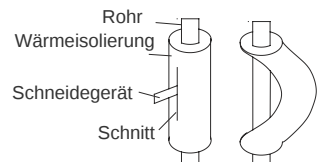

Abb. 13
- (2). Die Rohre in einem Winkel über 90° nicht biegen.
- (3). Wenn die Rohre gebogen und ausgedehnt sind, wird das Material hart. Daher werden das Biegen und die Ausdehnung dieses immer schwieriger. Die Rohre über 3 mal nicht biegen oder ausdehnen.
- (4). Die Wärmeisolierung anhand eines Schneidegeräts schneiden und teilweise entfernen (siehe Abb. 13), bevor das Rohr gebogen wird. Nach dem Biegen die Wärmeisolierung mit Klebeband wieder befestigen.